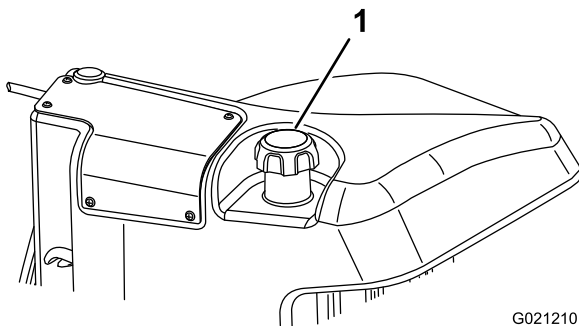

Bild 31
3. Nehmen Sie den Deckel vom Kraftstofftank ab (Bild 31).